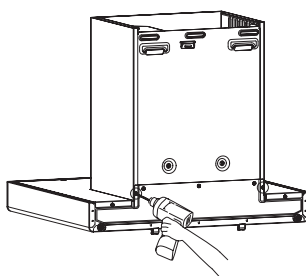

Fig.8
2. 取下風機外罩、裝飾罩（僅適用於 EMG6020-C/EMG6020-CY）：用螺絲刀取下主機背后固定風機外罩的 2 顆螺釘（見 Fig.8），然後雙手抓住風機外罩和裝飾罩向上將其取出（見 Fig.9）；